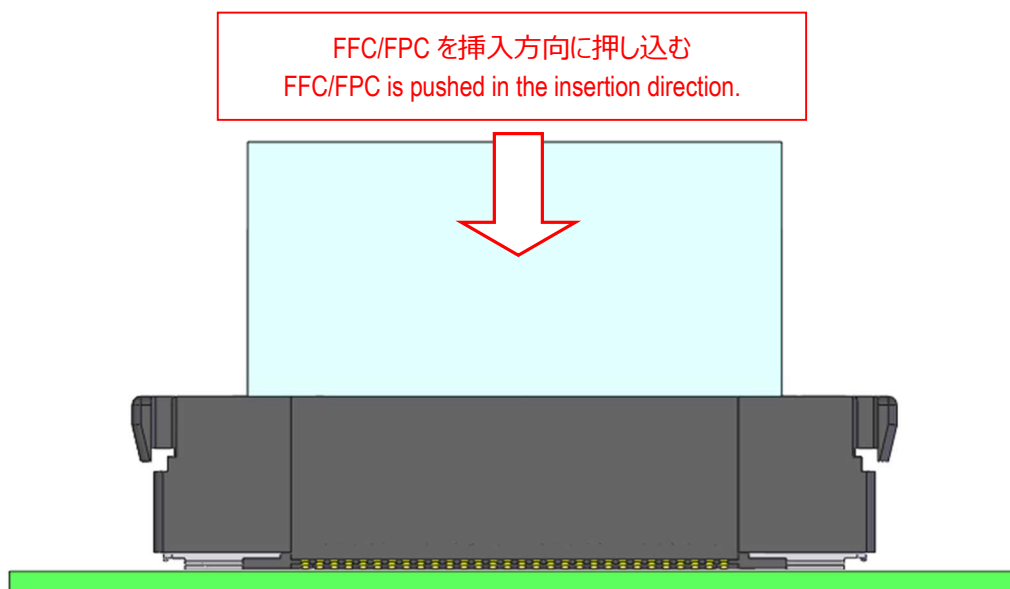

図. 3-1 FFC/FPC 抜去方法 1 / Fig.3-1 FFC/FPC withdrawing method 1
- ① 図 3-1 の様に、一旦 FFC/FPC を挿入方向にしっかりと押し込む。